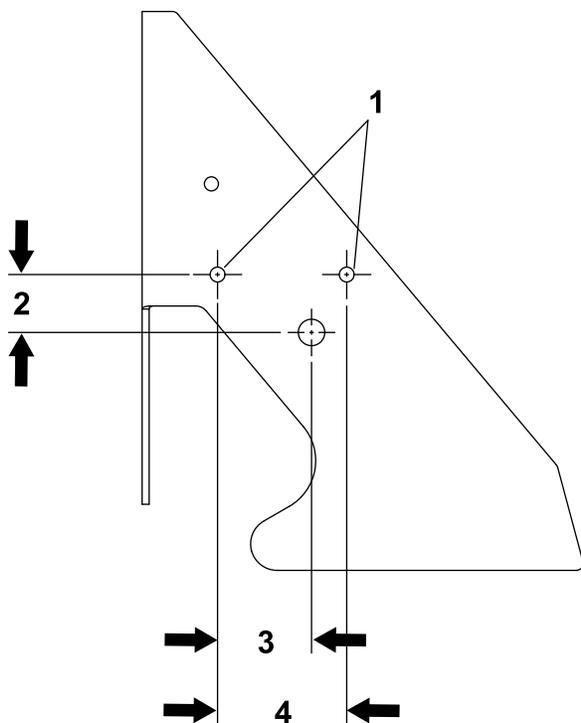
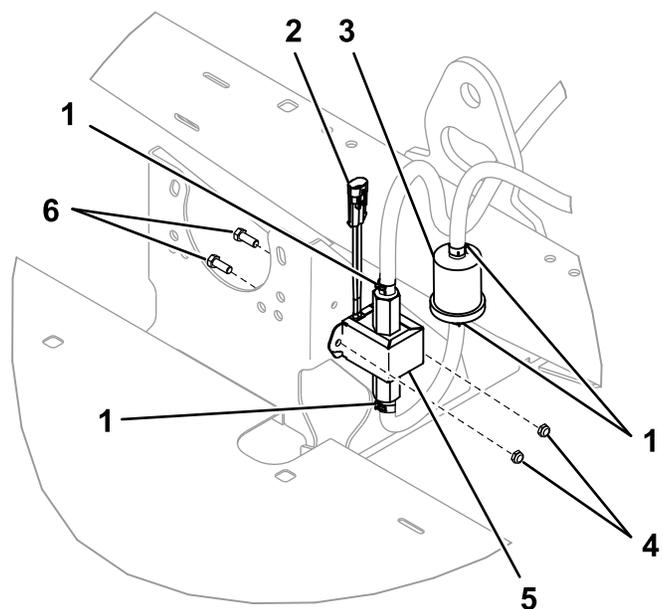

Figura 11
Figura 12
Utilize Figura 1, Figura 11 e Figura 12 para este procedimento.
5. Localize, marque e faça dois furos (9/32 pol.) nas placas traseiras da estrutura, como se mostra na Figura 11.